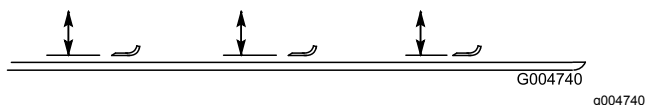

Figura 113
2. Gire la cuchilla hasta que los extremos estén orientados hacia adelante y hacia atrás, y mida desde el interior de la carcasa de corte al filo de corte en la parte delantera de la cuchilla (Figura 113).